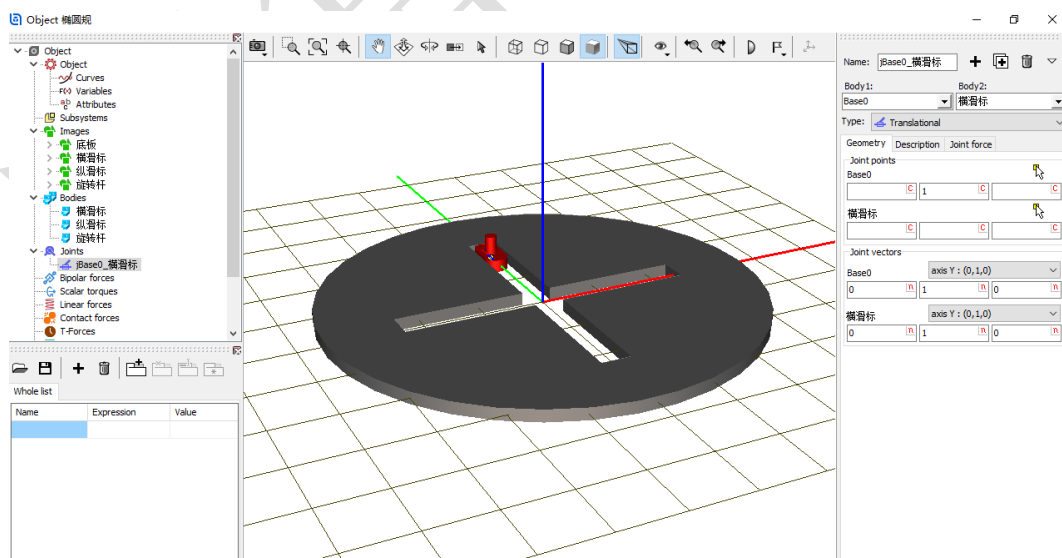

图 2-77
- 9) 创建第一个铰，**Body1** 选择 **Base0**，**Body2** 选择**横滑标**，**Type** 选择 **Translational**，**Joint points** 分别为 $(0, 1, 0)$ 和 $(0, 0, 0)$ ，**Joint vector** 都选择 **Y 轴**，如图 2-77。表示将横滑标的原点与总体坐标系的点 $(0, 1, 0)$ 重合，横滑标沿总体坐标系 Y 轴可以平动，并且横滑标的 Y 轴与之平行（重合）。